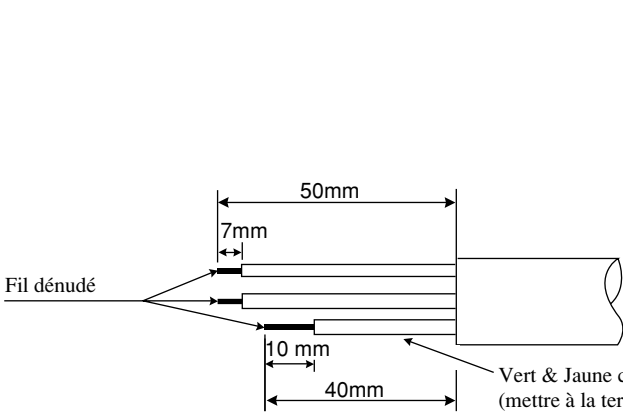

Fig. 3-20
- (1) Couper les réceptacles du câble de raccordement et enlever l'isolation du câble. (Voir fig 3-20)